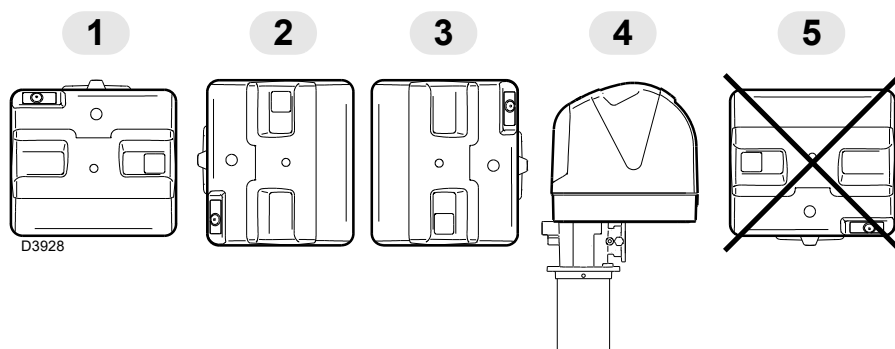

Fig. 7
- Le brûleur n'est prévu que pour fonctionner dans les positions **1, 2, 3 et 4** (Fig. 7).